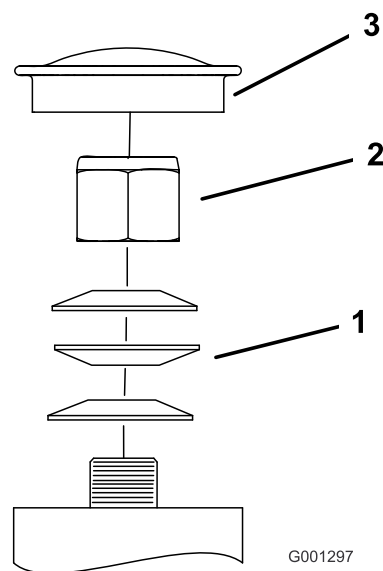

Figure 65
3. Retirez le couvre-moyeu de la roue pivotante et serrez le contre-écrou (Figure 65).
4. Continuez de serrer le contre-écrou jusqu'à ce que les rondelles élastiques soient aplaties, puis desserrez-le d'un quart de tour pour obtenir la précharge correcte des roulements (Figure 65).
Important: Veillez à placer les rondelles élastiques comme montré à la Figure 65.
5. Reposez le couvre-moyeu (Figure 65).